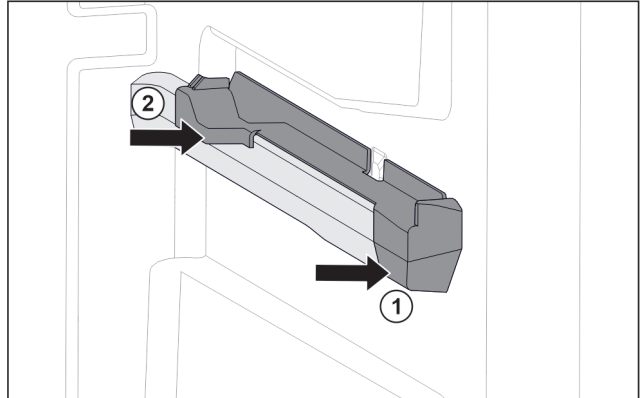

Fig. 60 Element nasadzany na prawym żebrze pojemnika
- ▶ Umieścić element nasadzany z przodu na żebrze pojemnika. Fig. 60 (1)
- ▶ Docisnąć element nasadzany z tyłu. Fig. 60 (2)